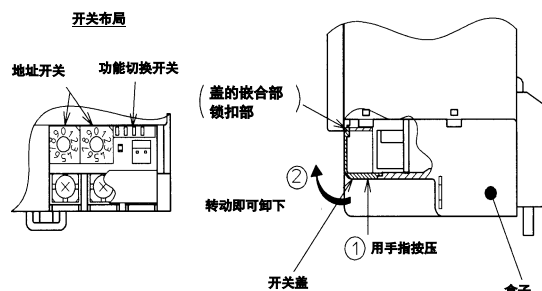

图 1
请将开关盖按照图1的操作从盒子上拆下，再进行地址开关，功能转换的设定。
将锁扣部插入盖的嵌合部，按压开关盖的下部（参照图1）将盖嵌入盒子。
* 将开关盖与地址开关、功能转换开关设定时一样卸下。（参照图1）
② 卸下电池盒盖。